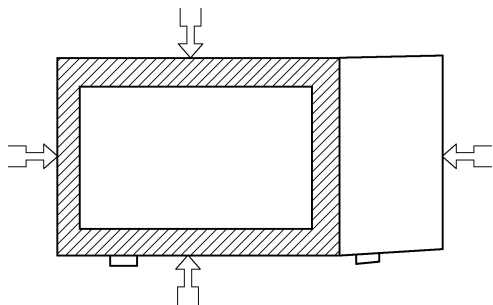

图 3-9 探针扫描示意图
3) 微波泄漏仪校正后, 将泄漏探头在门缝四周、门窗板有孔部位及后面通风口处进行测量, 测量时探头移动的速度不大于 25mm/s , 测试探头方向与微波泄漏出来的方向一致。用电磁辐射监控器测量微波辐射, 要使探针同被测试表面保持垂直, 探针沿阴影区域移动, 如图 3-9 所示。正常情况下, 各个部位的微波泄漏量不大于 1mW/cm^2 ; 若泄漏量大于 1mW/cm^2 , 应对泄漏部位进行修复处理。